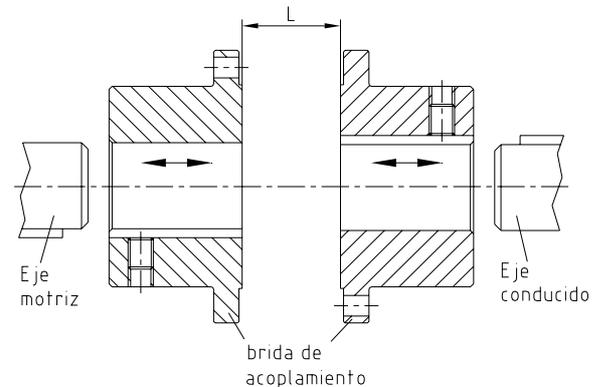

Figura 26: montaje de las bridas de acoplamiento
- Monte la brida de acoplamiento en el eje motriz o del eje conducido (véase figura 26). La parte interior de la brida de acoplamiento debe quedar alineada con las caras de los ejes.